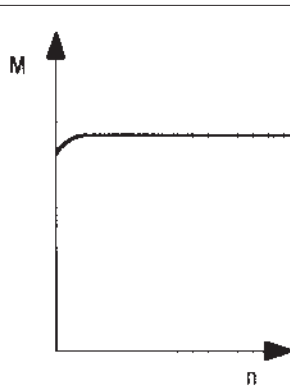

Fig. 3
Für viele Einsatzfälle sind Magnetpulverbremsen erforderlich. Setzt man den Außenrotor fest, entsteht aus einer Kupplung eine Bremse. Bei feststehendem Außenrotor sind die Schleifringe zur Stromzufuhr nicht nötig. Die Stromzufuhr erfolgt über Flachzungenstecker am Außenrotor. Nach diesem Prinzip sind Magneta-Magnetpulverbremsen aufgebaut (Fig. 3).
In many cases, the use of magnetic particle brakes is necessary. If the external rotor is fixed, the clutch operates as a brake. If the external rotor is fixed, slip rings are not required for the power input. The power input is provided by spade connectors on the external rotor. This is the principle of all Magneta magnetic particle brakes (Fig. 3).
Les freins à poudre magnétique se prêtent à de nombreuses applications. Si l'on immobilise le rotor extérieur, l'embrayage se transforme en frein. Lorsque le rotor extérieur est immobilisé, les bagues collectrices destinées à l'apport de courant s'avèrent superflues. L'apport de courant se fait à l'aide d'une fiche plate de raccordement au niveau du rotor extérieur. Les freins à poudre magnétique Magneta obéissent à ce principe de construction (fig.3).
- M unabhängig von der Drehzahl einstellbar (Fig. 3)
- M adjustable of speed (fig. 3)
- M réglable indépendamment de la vitesse (fig. 3)